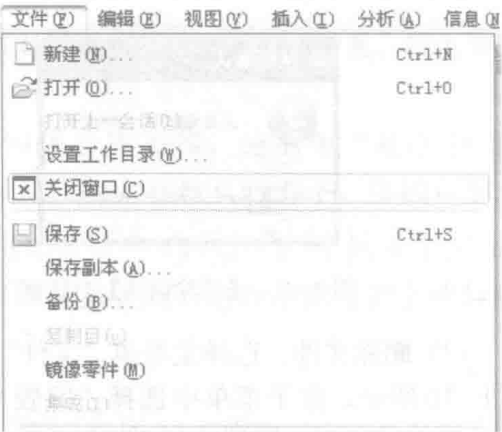

图 1-13 关闭窗口
(1) 关闭窗口。选择主菜单“文件”→“关闭窗口”命令，如图 1-13 所示，则可关闭图形窗口；或选择主菜单“窗口”→“关闭”，如图 1-14所示，也可关闭图形窗口。